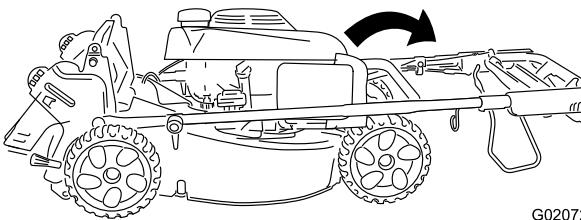

Figura 4
2. Spostate con attenzione la sezione superiore della stegola in avanti finché le due metà della stegola non sono in linea e si sistemanano come mostrato Figura 4.